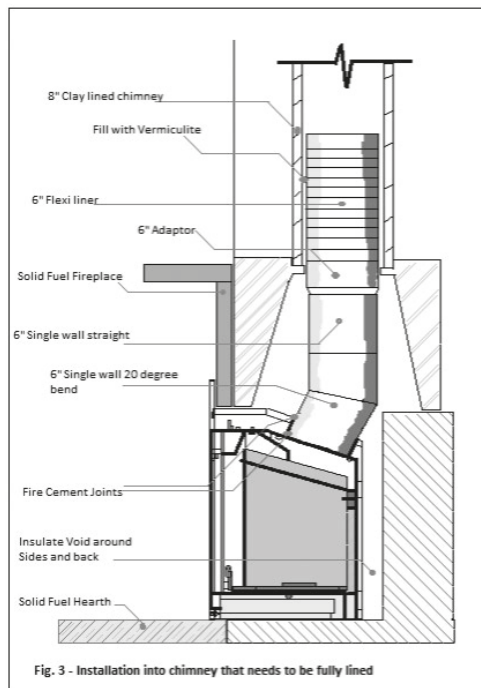

Fig. 3 - Installation into chimney that needs to be fully lined
A. Podłączenie pieca do komina, który wymaga wkładu kominowego na całej jego długości (zob. rys. 3)
- Włóż elastyczny wkład do komina (zob. rys. 3). Użyj elastycznego ogranicznika lub płyty na dnie komina z wkładem ceramicznym/bez wkładu, aby zapobiec spadaniu luźnego wermikulitu. Zmierz wysokość czopucha pieca i przytnij elastyczny przewód kominowy na odpowiednią długość i dopasuj elastyczny adapter do elastycznego wkładu. Uszczelnij wnętrze pomiędzy wkładem elastycznym i elastycznym adapterem za pomocą cementu ogniotrwałego. Dla prawidłowej pracy pieca ważne jest, aby to połączenie było szczelne. Wkład elastyczny i elastyczny adapter powinny zwiisać swobodnie. Teraz możesz przystąpić do montażu pieca.